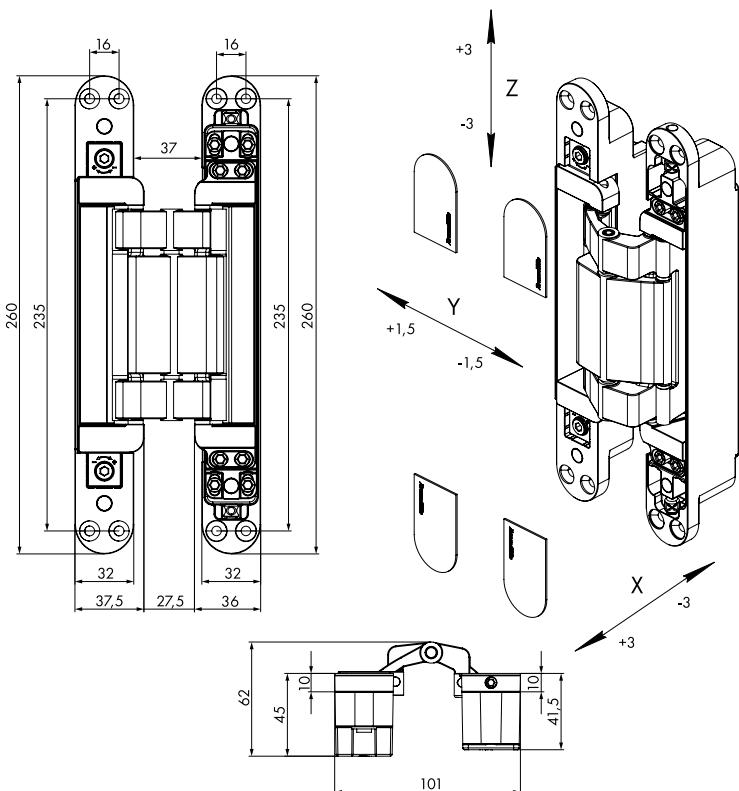

Рисунок 1 – Габаритные размеры петли.
• Габаритные размеры в открытом положении петли (рис.1):
• Вертикальная регулировка (Z): ±3 мм
• Горизонтальная регулировка (X): ±3 мм
• Регулировка по глубине (Y): ±1,5 мм